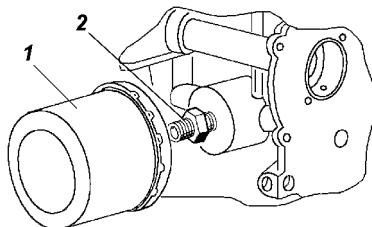

Рис. 4.29. Снятие масляного фильтра:
- отверните, при необходимости, масляный фильтр (рис. 4.29);